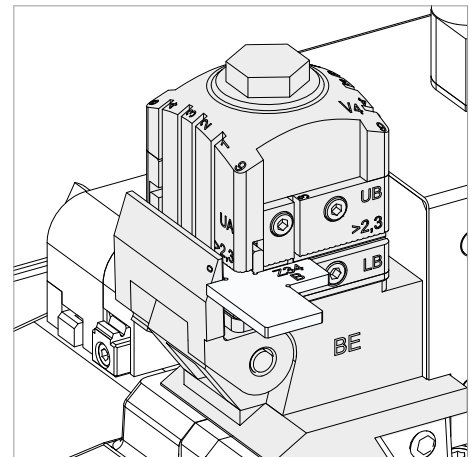

Bild 114
- 3) Die Schablone Z34 einsetzen (Seite B nach oben zeigend) (Bild 114).